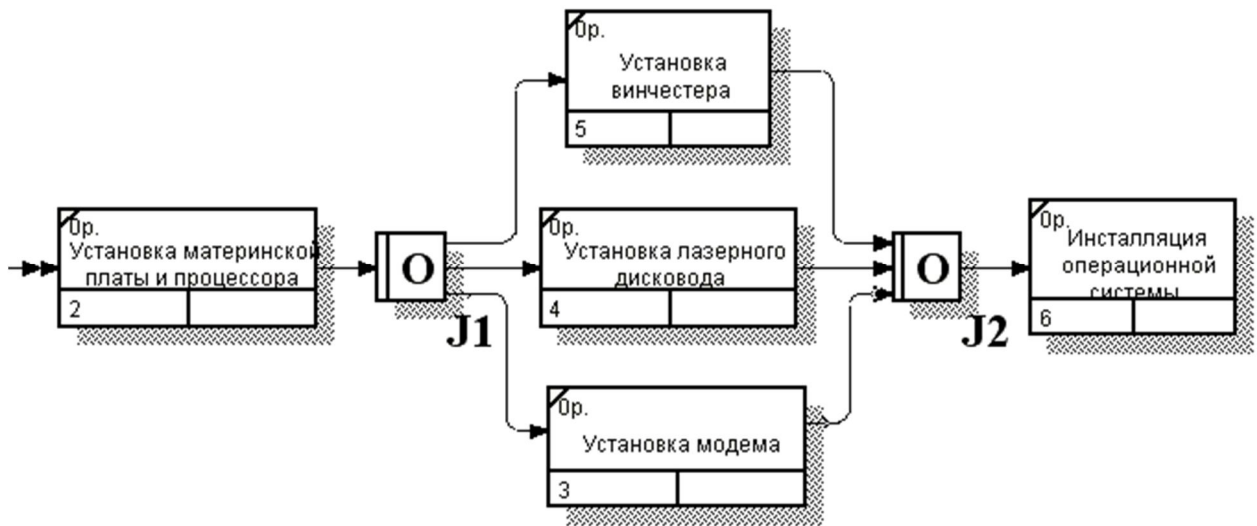

Рис. 22. Перекрестки
1. С помощью кнопки  на панели инструментов внесите два перекрестка типа "асинхронное или" (*Asynchronous OR*) и свяжите  работы с перекрестками, как показано на рис. 22.